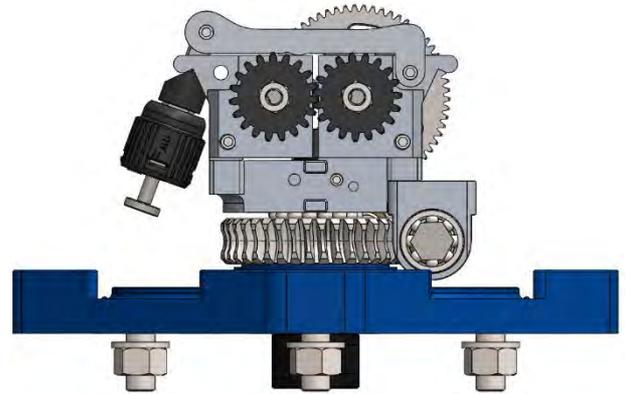

Abbildung 15
11. Entfernen Sie die Abdeckung, wie im vorherigen Kapitel beschrieben. (Abbildung 15);